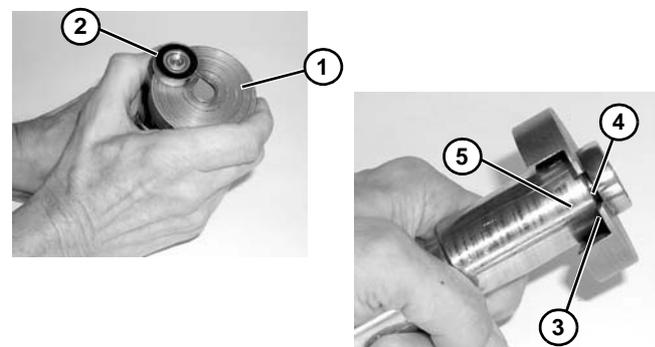

Figure 77
- Placer l'outil de retrait d'un roulement, numéro de pièce #456063, (**Figure 77, élément 1**) sous le roulement (**Figure 77, élément 2**) en plaçant la lèvre (**Figure 77, élément 3**) dans l'espace (**Figure 77, élément 4**) entre le roulement et le moyeu de la broche (**Figure 77, élément 5**) comme illustré.